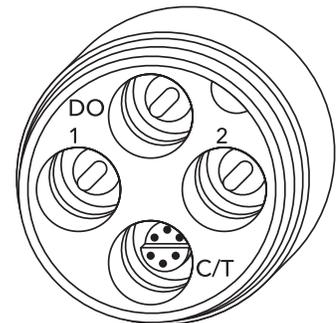

Figure 3 Étiquettes des ports d'un câble Quatro
Les ports de raccords de câbles Quatro sont étiquetés 1, 2, DO (OD) et CT. Voir la figure 3 ci-dessous. Tous les capteurs sauf le capteur de conductivité/température peuvent être installés en suivant les consignes de la section Installation des capteurs - Tous les capteurs sauf le capteur de conductivité/température. Le capteur de conductivité/température peut être installé en suivant les consignes de la section Installation des capteurs - Capteur de conductivité/température sur un câble Quatro. Pour faciliter l'installation, YSI recommande d'installer un capteur dans le port 1 d'abord. Passez ensuite à l'installation du capteur d'OD, puis au port 2 et finalement au port de conductivité/température.